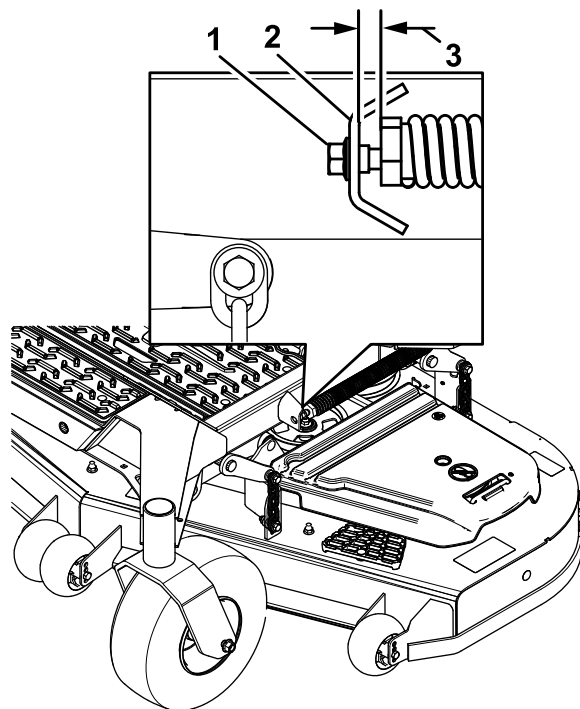

Figura 81
- 10. Desaperte lentamente o parafuso de ajuste na mola de ajuda à elevação até que possa remover o parafuso (Figura 81).